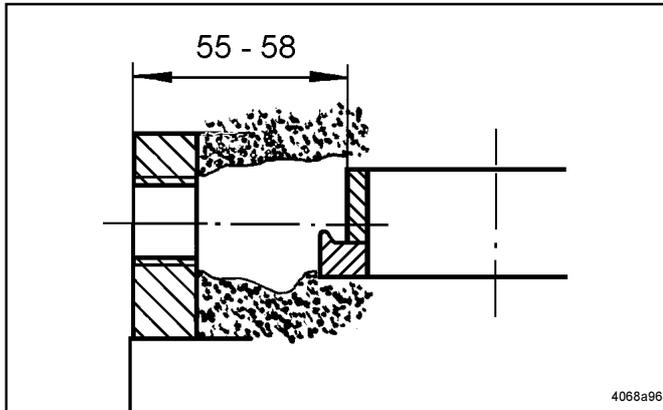

Abb. 5 - Freigraben von Fett
- * Ist die Pumpe mit Fett gefüllt, mit einem geeigneten Gegenstand, wie z. B. einem sauberen Schraubenzieher, im Fett ein Loch bis zum Exzenterring freigraben (Abb. 5).